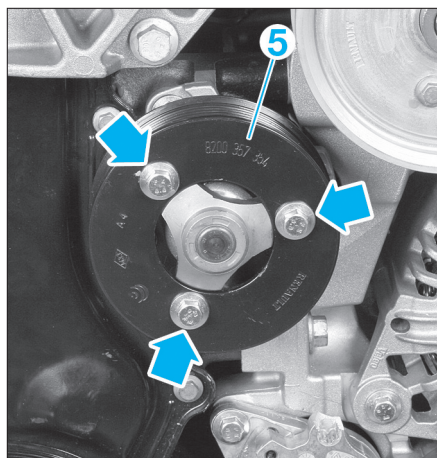

FIG. 17
- Déposer la poulie (5) de pompe à eau (fig. 17).